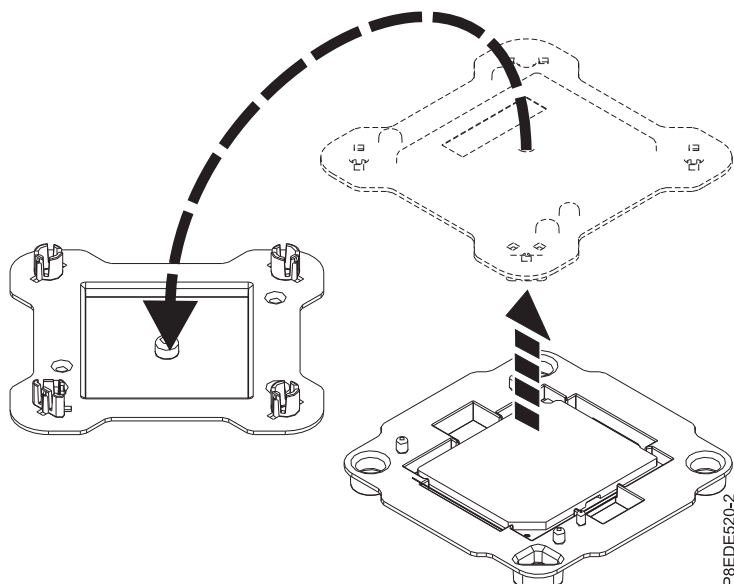

Abbildung 23. Verpackung des Systemprozessormoduls öffnen
2. Öffnen Sie die Verpackung des neuen Systemprozessormoduls und legen Sie die Abdeckung mit der Oberseite nach unten neben den Träger, siehe Abb. 23 auf Seite 26. Die Abdeckung wird für das Systemprozessormodul verwendet, das Sie austauschen wollen.